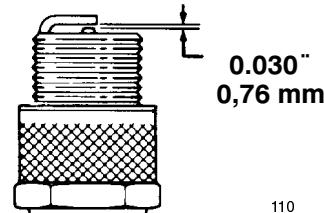

Figure 31
- Réglez l'écartement des électrodes de la bougie neuve à 0,76 mm (Fig. 31).